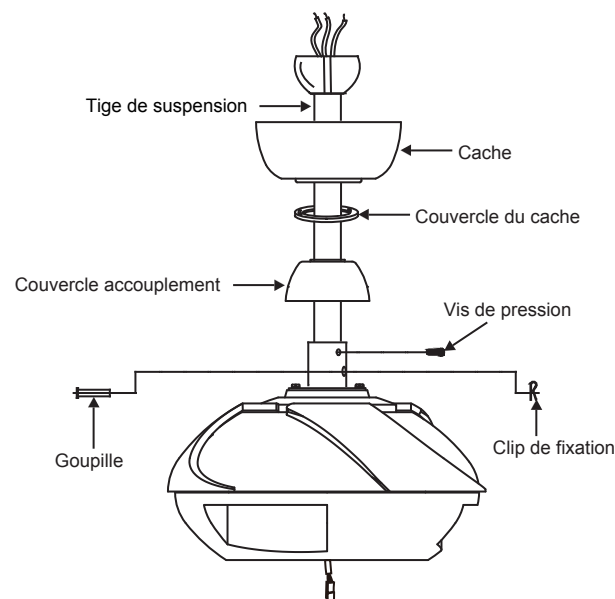

Fig. 9
**Étape 8.** Faites glisser le couvercle d'accouplement, le couvercle du cache et le cache sur la tige de suspension. (Fig. 9).
Placez la balle de suspension sur la tige de suspension, insérez la broche transversale dans la tige de suspension et serrez. Serrez maintenant la vis de pression. (Fig. 9).